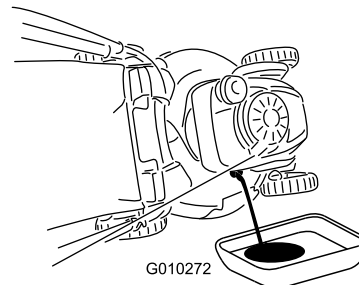

図 41
7. 補給口が下になるように機体を横倒しにして、補給口から出てくるエンジンオイルを容器に回収する 図 41。